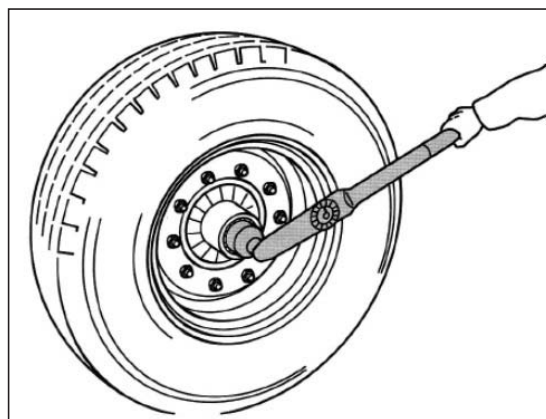

図 .3-4-2
3. ホイールハブを回しながらトルクリミッターが作動するまでスパナでアクスルナットを締め付ける。(インパクトレンチを使用しないこと。)(図3-4-2)